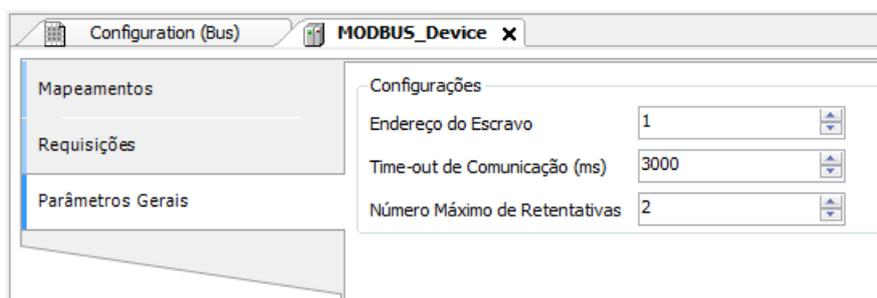

Figura 70: Tela de Configurações dos Parâmetros Gerais do Dispositivo
- Adicionar e configurar dispositivos através da aba Parâmetros Gerais, definindo endereço do escravo, time-out de comunicação e número de tentativas de comunicação como pode ser visto na Figura 70.